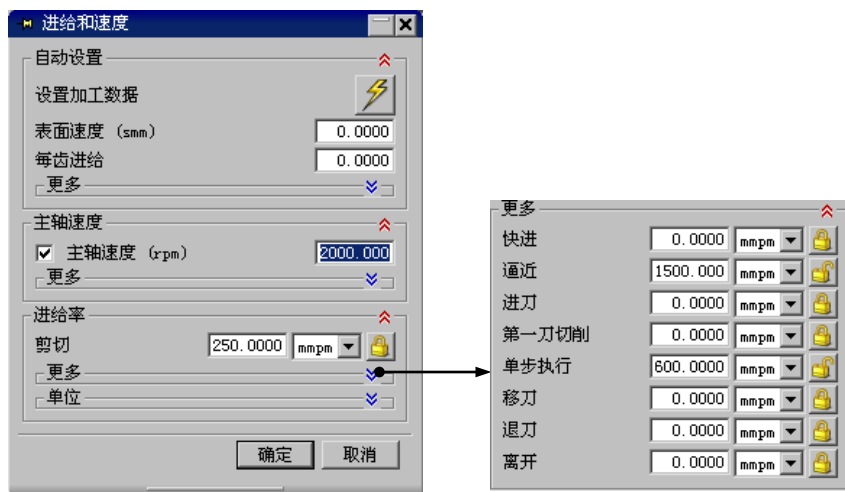

图 3.7.12 “进给和速度”对话框
Step2. 在“进给和速度”对话框中选中 ☒ 主轴速度 (rpm) 复选框，然后在其下的文本框中输入值 2000.0，在 剪切 文本框中输入值 250.0，其他参数的设置如图 3.7.12 所示。